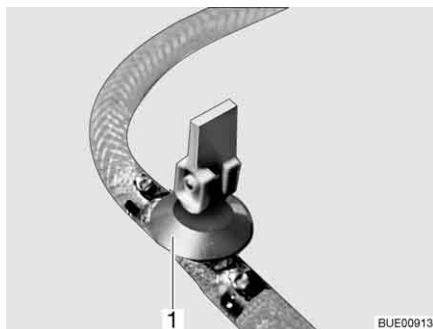
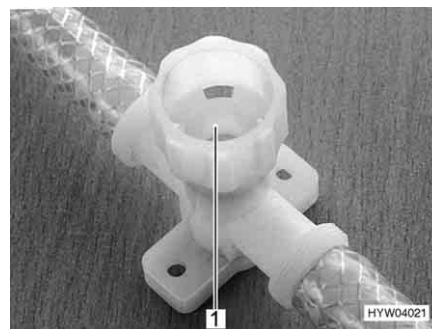

Fig. 220 Llave de desagüe (con balancín)
Fig. 221 Llave de desagüe (con tapa giratoria)
- Cerrar todas las llaves de desagüe. Para esto, poner el balancín de la llave de desagüe (Fig. 220,1) en posición horizontal o girar la tapa de la llave de desagüe (Fig. 221,1) en el sentido de las agujas del reloj.